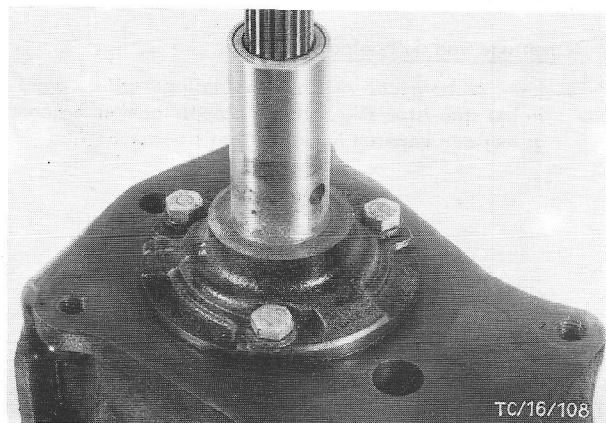

Fig.128 Prise-aslagerdeksel.
9. Verwijder het prise-aslagerdeksel (3 bouten)(fig.128).